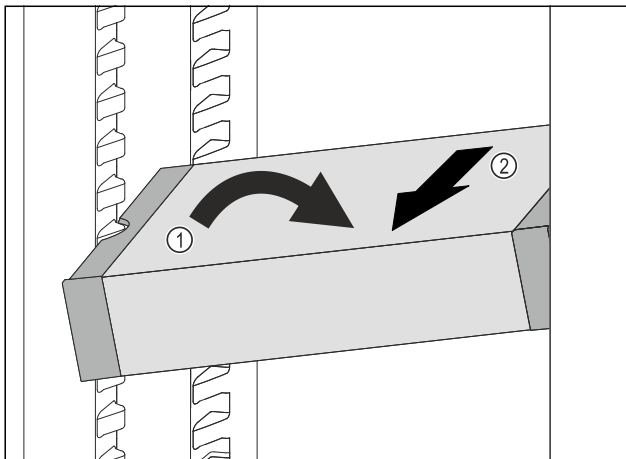

Fig. 143
- ▶ VarioSafe im Kühlteil schräg stellen. Fig. 143 (1)
- ▶ VarioSafe nach vorne entnehmen. Fig. 143 (2)